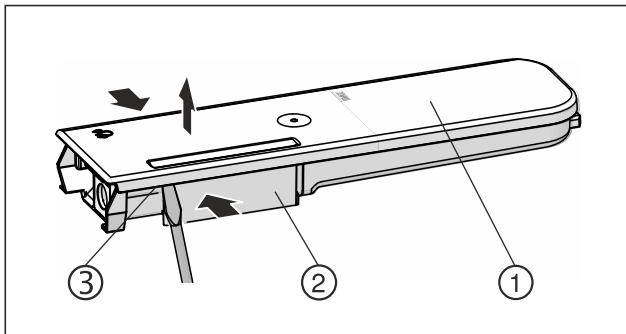

Fig. 146
- Trykk sammen vannbeholderen Fig. 146 (2) og jekk lokket Fig. 146 (1) forsiktig over låsetappene Fig. 146 (3) og trekk det opp.
- Flytt lokket Fig. 146 (1) litt fram og tilbake, og ta det av oppover.